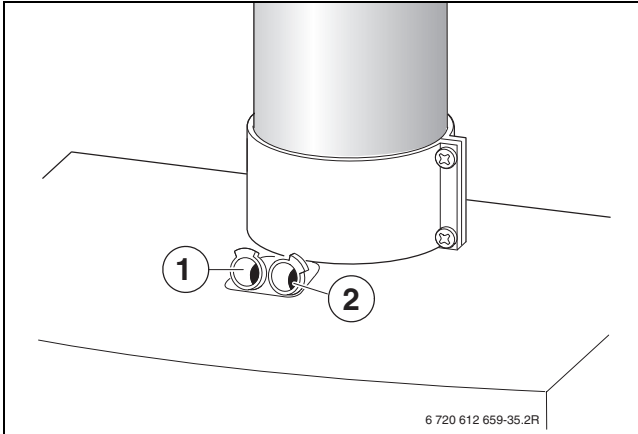

Bild 57
- ▶ Stopfen am Verbrennungsluft-Messstutzen [2] entfernen (→ Bild 57).
- ▶ Stopfen am Abgasmessstutzen [1] entfernen (→ Bild 57).